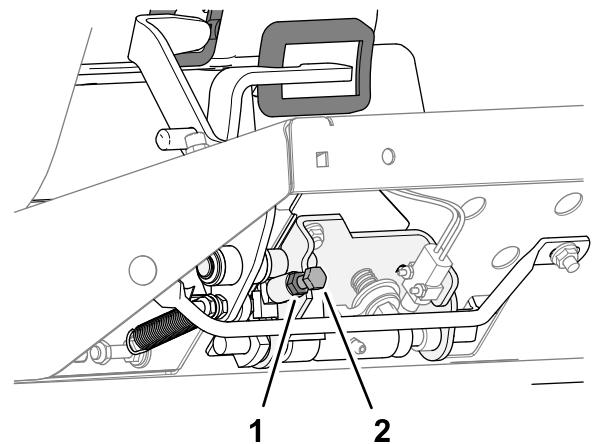

Figura 82
- Per diminuire la velocità di tosatura, ruotate la vite di arresto della velocità (Figura 82) in senso orario.